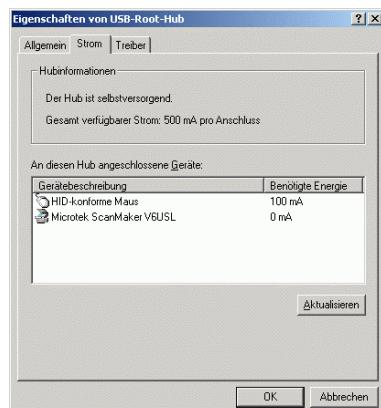

Bild 1-1 Gesamt verfügbaren Strom eines USB-Anschlusses anzeigen
- die Registerkarte **Strom** (Bild 1-1) wählen. Ist der Hub selbstversorgend, und der unter **Hubinformationen** aufgeführte verfügbare Strom beträgt 500 mA pro Anschluss, so können high power devices angeschlossen werden.